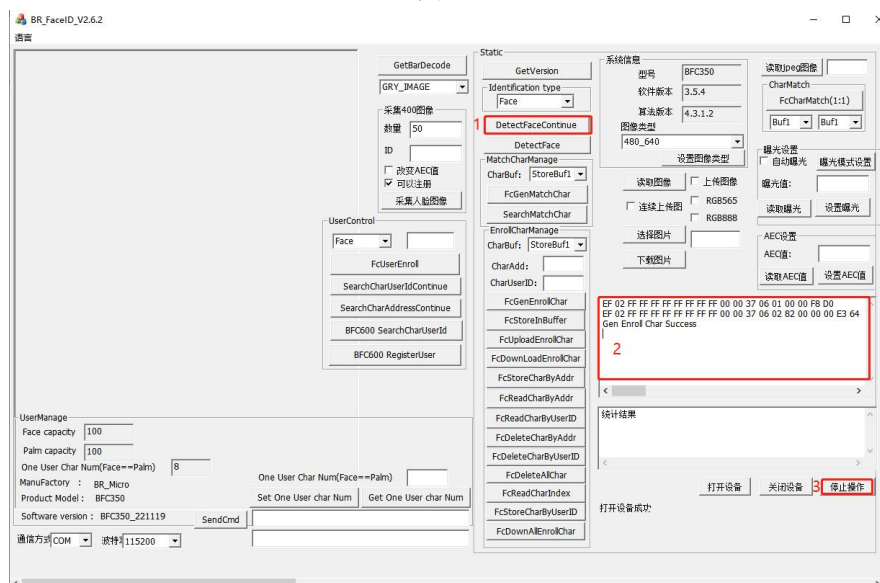

图 4-4
1、连接上位机：打开测试上位机 ，如下图 4-4 所示
(1) 在图 4-4 中“1”处选择 DetectFaceContinue，模组会连续采集面前的掌静脉/人脸图像；
(2) 在图 4-4 中“2”处显示掌静脉/人脸图像的坐标数据信息；
(3) 测试完成后在图 4-4 中“3”处点击“停止操作”。